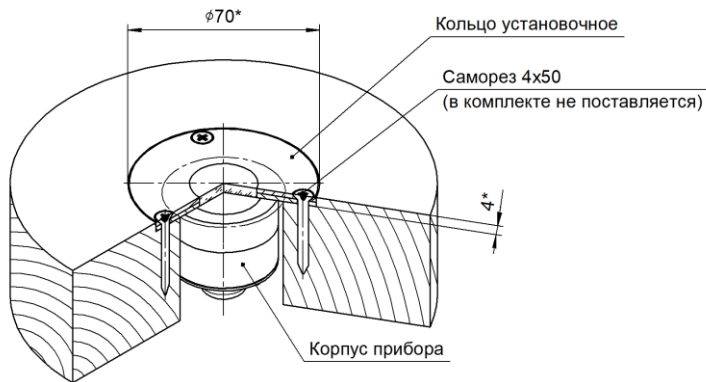

Рисунок 4
5.4 Прожекторы закрепить в заранее подготовленных отверстиях в полу. Схема установки прибора рисунок 4.